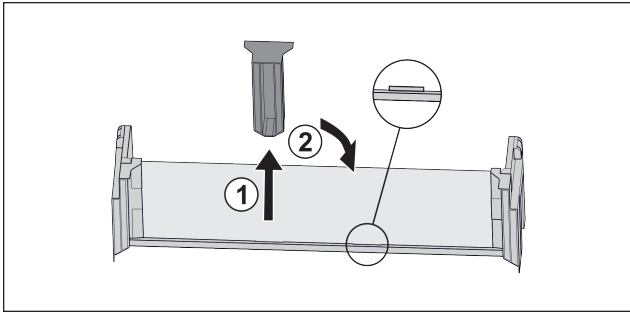

Fig. 54 *
- ▶ Retirar la pieza de sujeción central Fig. 54 (1).*
- ▶ Colocar la pieza de sujeción central en la segunda posición Fig. 54 (2).*